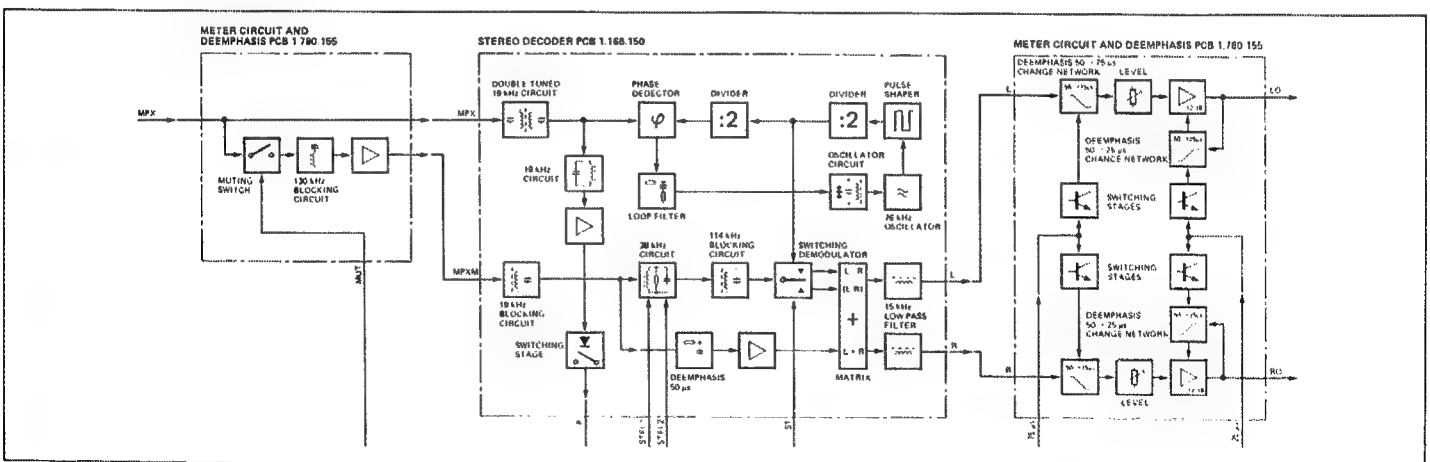

Fig. 3.4
3.1.5 Stereo-Decoder 1.166.150 (Fig. 3.4)
3.1.5 Stereo decoder 1.166.150 (fig. 3.4)
3.1.5 Décodeur stéréo 1.166.150 (fig.3.4)